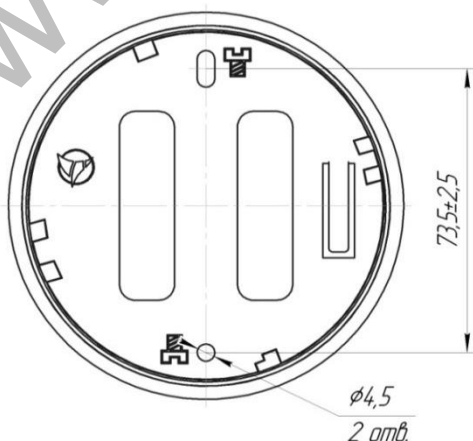

Рис.5. Основание. Внешний вид.
5.4.4 Закрепить основание крепежными элементами (прилагаются в комплекте) в месте установки сигнализатора, используя крепежные отверстия (смотреть рис.5).